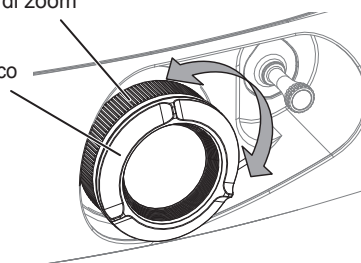

Fig. 2
5) Regolare zoom e messa a fuoco. (Fig. 2)